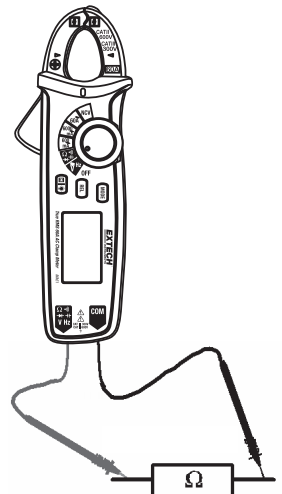

图 7 电阻测量
4. 使用测试探针的针尖测量待测电路或元件。参见“电阻测量”一节中的图 7。